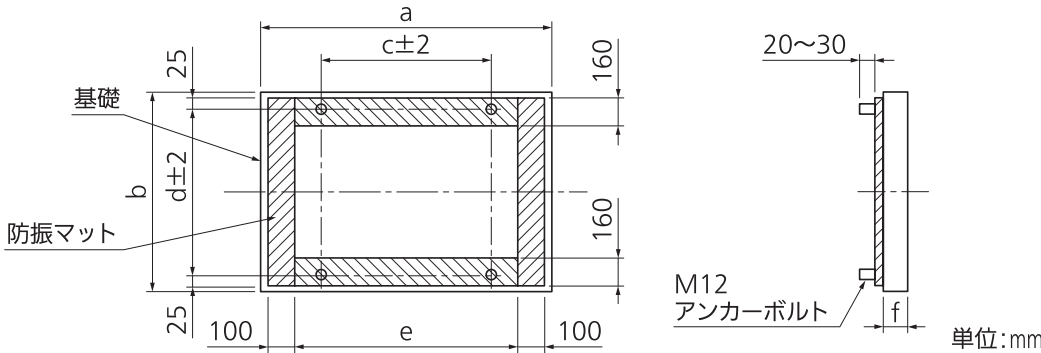

図 8: 基礎図 (ベタ基礎)
- 室外ユニット設置時に、必ず指定のサイズのアンカーボルトを取り付け、しっかりと固定する (図 8)